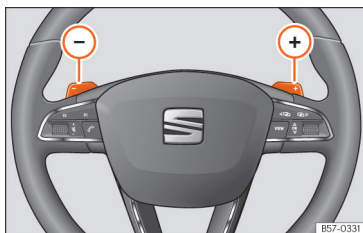

Abb. 261 Lenkrad: Hebel für Automatikgetriebe.
- Tippen Sie die Schaltwippe **+**, um einen Gang hochzuschalten **» Abb. 261**.